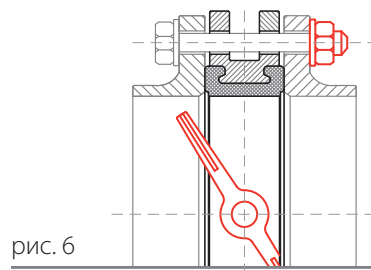

рис. 6
7. Затяните болты (шпильки) так, чтобы фланцы и корпус (металлическая часть) затвора соприкасались. Затяжка болтов на межфланцевых соединениях должна быть равномерной по всему периметру. Медленно закройте и откройте дисковый поворотный затвор. Если установка затвора была проведена правильно, затвор должен свободно открываться и закрываться (рис. 6).